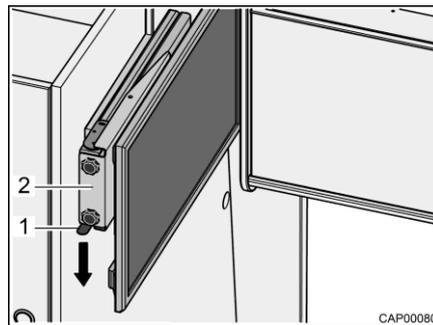

Fig. 34 Extension avec écran plat
- Presser le ressort à cran d'arrêt (Fig. 34,1) vers le bas et extraire l'extension (Fig. 34,2) avec l'écran plat à l'horizontale en direction du centre du véhicule.
- Pousser l'extension (Fig. 34,2) avec l'écran plat à l'horizontale jusqu'en butée. Le ressort à cran d'arrêt (Fig. 34,1) s'enclenche de manière audible.